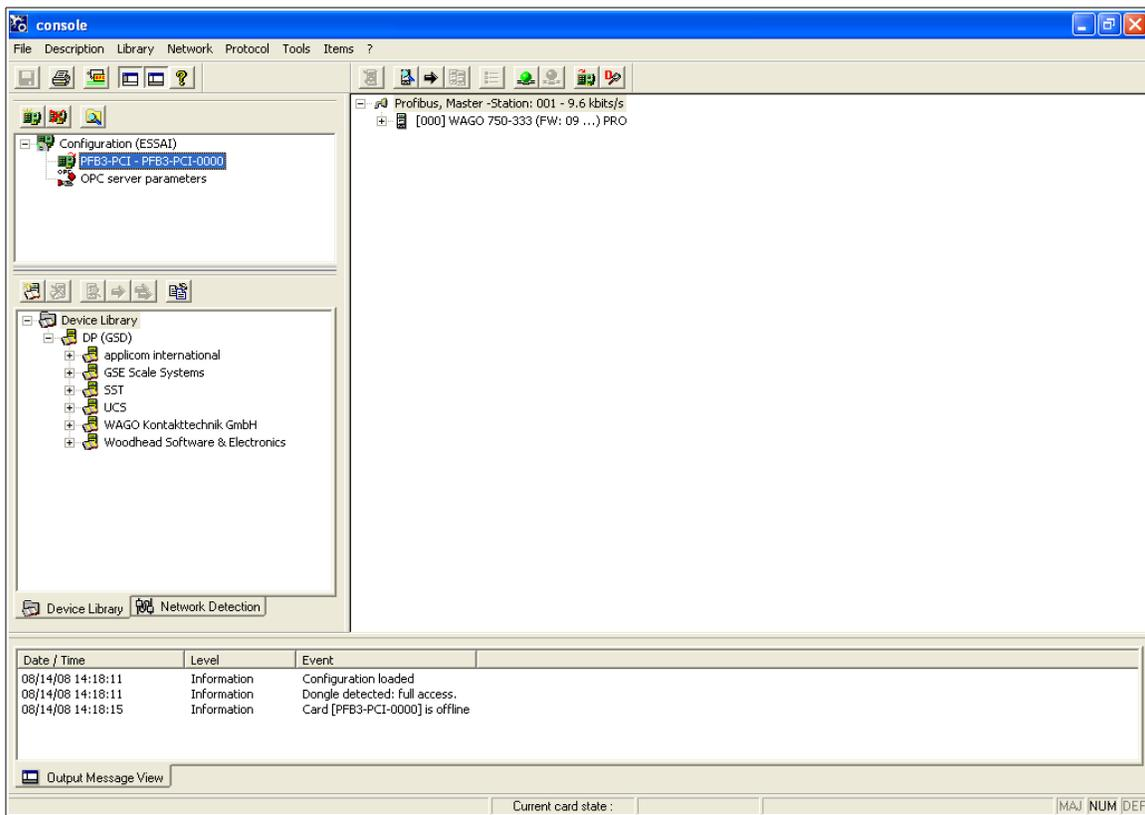

Figure 5
- Lorsque tous les modules ont été ajoutés, appuyer sur OK pour mettre à jour la configuration et obtenir la page de la figure 5. Notez qu'en tout temps vous pouvez changer l'ordre des modules à l'aide des boutons "Move Up" et "Move Down".